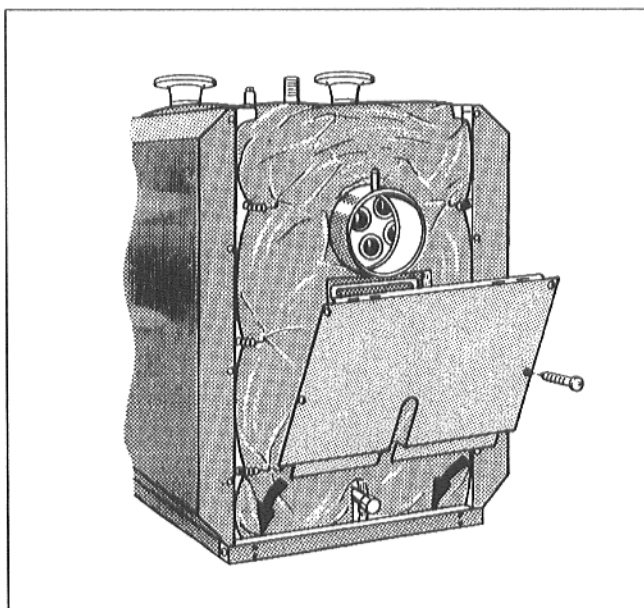

Рис. 12
- Вставить нижнюю часть задней стенки с Z-образной окантовкой за цокольной планкой, уложить справа и слева на окантовку боковых стенок и привинтить 4 самонарезными винтами (Рис. 12).